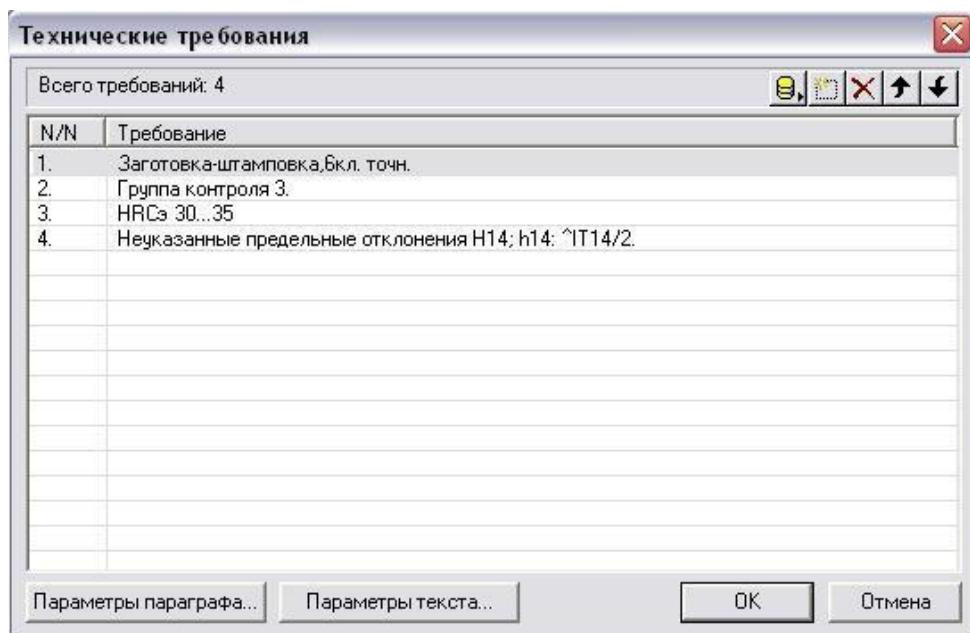

Рисунок 24. Заполнение технических требований
2. В появившемся окне вводим данные в диалоге "Технические требования" (рис. 24)